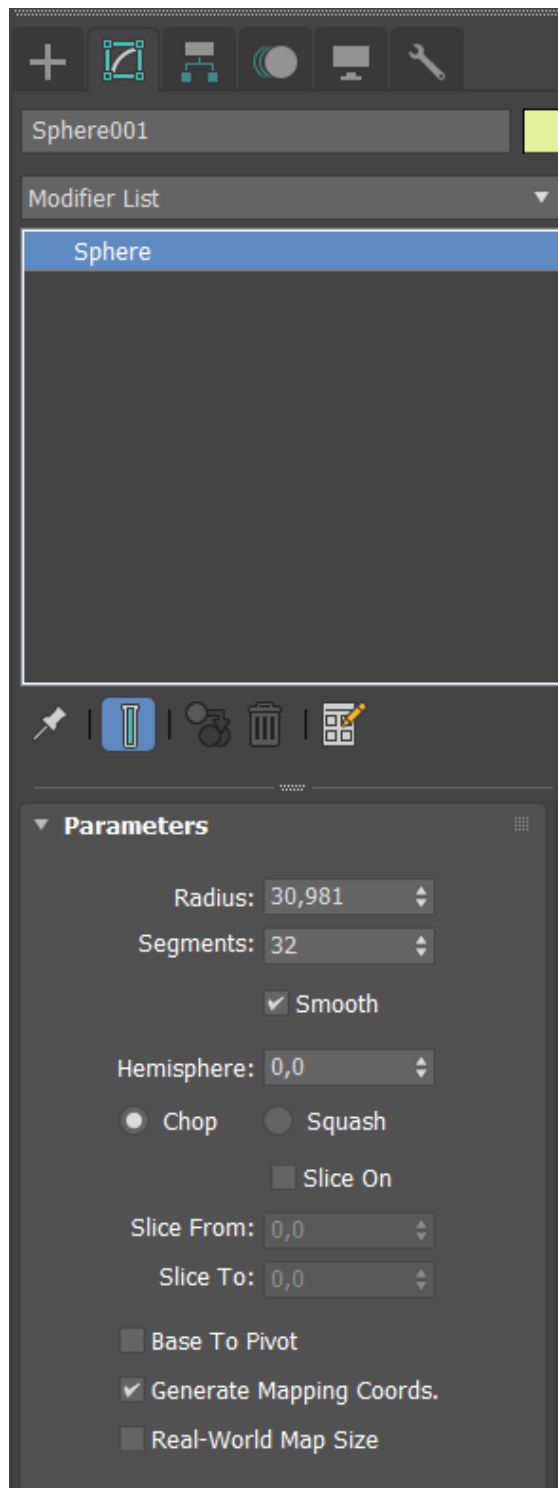

Рисунок 20 – Панель Модификация (Modify)
2. Зкладка **Модификация (Modify)** – содержит в себе команды позволяющие редактировать объекты наборы модификаторов позволяющих изменять различные группы объектов (рис.20)